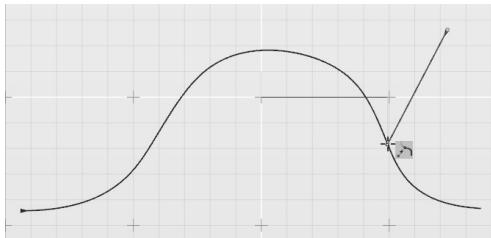

图 2-41 捕捉曲线
- 捕捉曲线工具 ：用于捕捉曲线上的点，可以使用快捷键〈Ctrl〉临时激活，如图 2-41 所示。